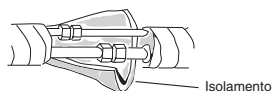

Fig. 3-62
- (3) Piegarne attentamente le tubazioni (se necessario) affinché corrano lungo il muro in direzione dell'unità esterna e quindi coprire con nastro isolante fino agli accessori. Il tubo di scarico deve scendere direttamente dal muro in un punto dove lo scolo dell'acqua non macchi il muro.
- (4) Collegare la tubazione del refrigerante all'unità esterna. (Dopo aver eseguito un controllo delle perdite sull'elemento di raccordo, isolarlo con l'isolamento per tubazioni. (Fig. 3-62)
- (5) Assemblare la tubazione del refrigerante, il tubo di scarico e i cavi fra unità come indicato in Fig. 3-62.